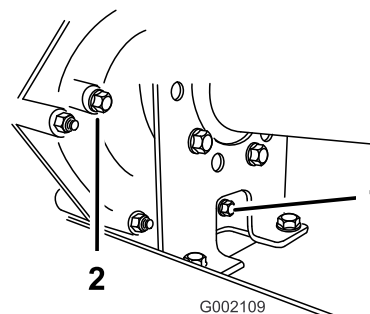
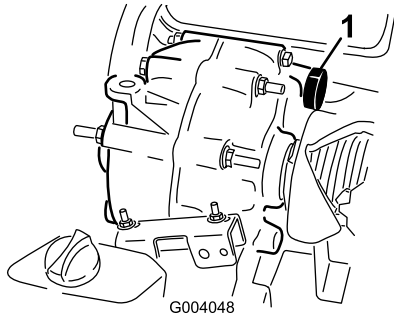

Рисунок 60
Рисунок 61
2. Тщательно протрите места вокруг пробок заливного и сливного отверстий ветошью (Рисунок 60).
4. Снимите пробку заливного отверстия, повернув ее против часовой стрелки (Рисунок 60).
5. Снимите пробку заливного отверстия, повернув ее против часовой стрелки (Рисунок 60).
- Установите пробку сливного отверстия с прокладкой в сливное отверстие трансмиссии и затяните (Рисунок 60).
- Долейте в бак (Рисунок 61) через заливное отверстие приблизительно 1,4 л рабочей жидкости указанного типа или пока уровень рабочей жидкости в трансмиссии не станет на уровне нижней части резьбы. (Рисунок 60).
- Установите и затяните пробку заливного отверстия с прокладкой в заливное отверстие трансмиссии (Рисунок 60).
- Проверьте уровень рабочей жидкости и добавьте ее, если уровень рабочей жидкости находится ниже резьбовой части заливного отверстия (Рисунок 60).